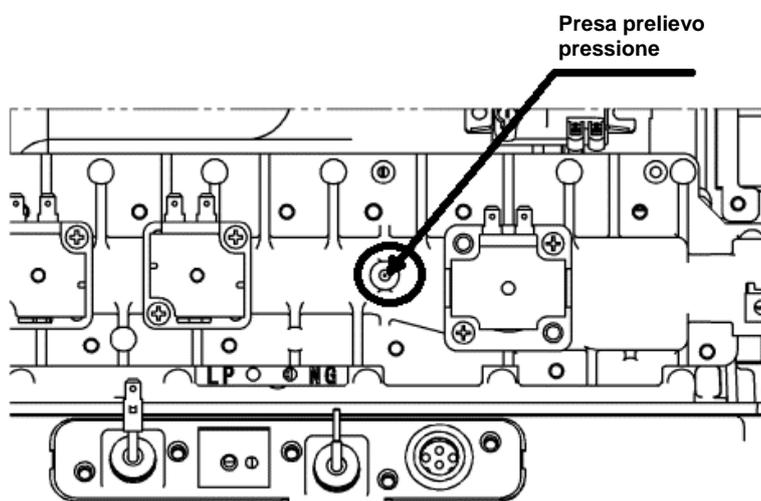

Fig. 2
5. Collegate il micro manometro alla presa prelievo pressione (Fig.2) del collettore gas.